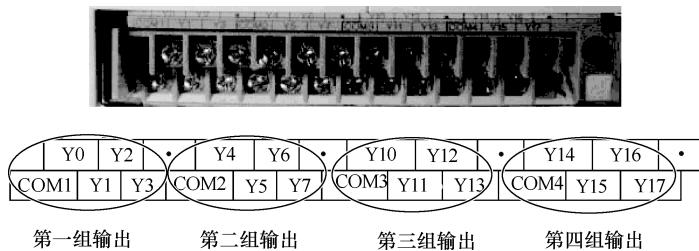
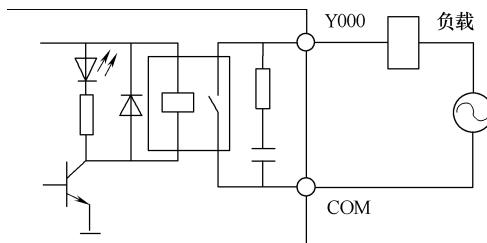

图 1-18 PLC 输出接线端
图 1-19 PLC 输出接口电路
PLC 输出接线端分为公共端 (COM) 和输出接线端子 (Y), 如图 1-18 所示。
输出接线端子和公共端: FX2N-32MR 小型 PLC 共有 16 个输出端子, 分别与不同的 COM 端子组成一组, 可以接不同电压等级的负载, 如图 1-18 所示。在 PLC 内部, 几个输出 COM 端子之间没有联系。PLC 每个输出接线端子的内部都对应一个输出继电器, 形成输出接口电路, 如图 1-19 所示。